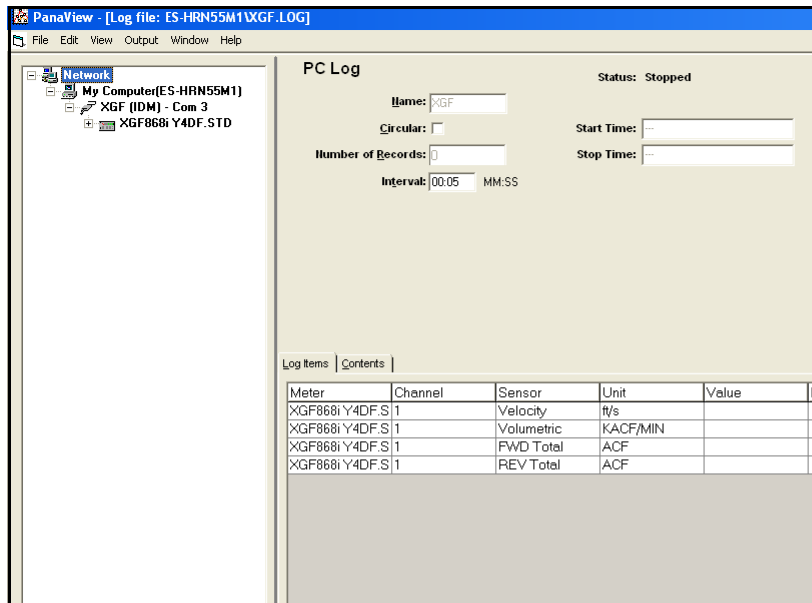

Рис. 18: Окно журнала ПК
6. В появившемся окне на *Рис. 18* внизу *PC Log* (Журнал ПК) поставьте галочку в текстовое поле, чтобы создать *circular log* (круговой журнал) или оставьте это поле пустым, для создания линейного журнала.
7. Введите *интервал* выборки в текстовое поле, отображенное на *Рис. 18* вверху.